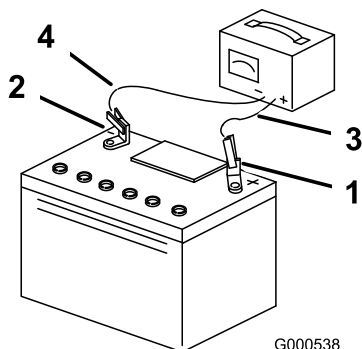

Figura 57
3. Quando la batteria è completamente carica, staccate il caricabatterie dalla presa elettrica e scollegate i cavi di ricarica dai poli della batteria (Figura 57).